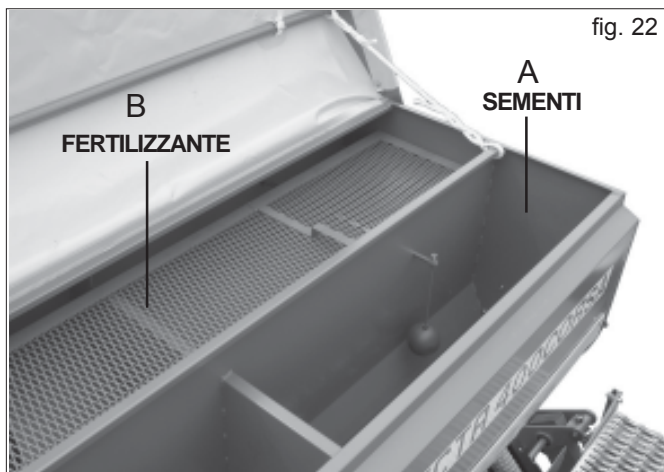

fig. 22
La trémie pour la distribution COMBINÉE se divise en deux compartiments (cf. Fig. 22): le compartiment arrière (A) pour les graines et le compartiment avant (B) pour le fertilisant. En outre, ce dernier est équipé d'une grille pour tamiser les éventuels corps étrangers et les grumeaux pouvant endommager le mécanisme de dosage. Chaque compartiment dispose de commandes séparées pour le réglage des doses de graines et de fertilisant. Le compartiment avant (fertilisant) est doté d'une claque supplémentaire (cf. C Fig. 22) pour éviter le déversement de la trémie au couvercle durant les opérations de remplissage du compartiment.